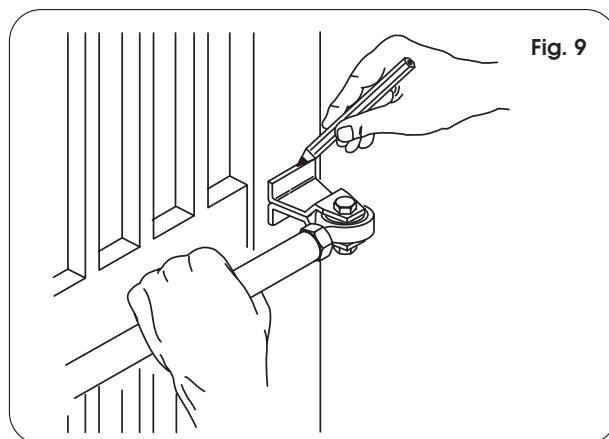

Fig. 9
- 8) Sluit de vleugel van de poort en zoek de positie van de voorste bevestiging op de vleugel op, terwijl u de aandrijving perfect horizontaal houdt (Fig. 9).